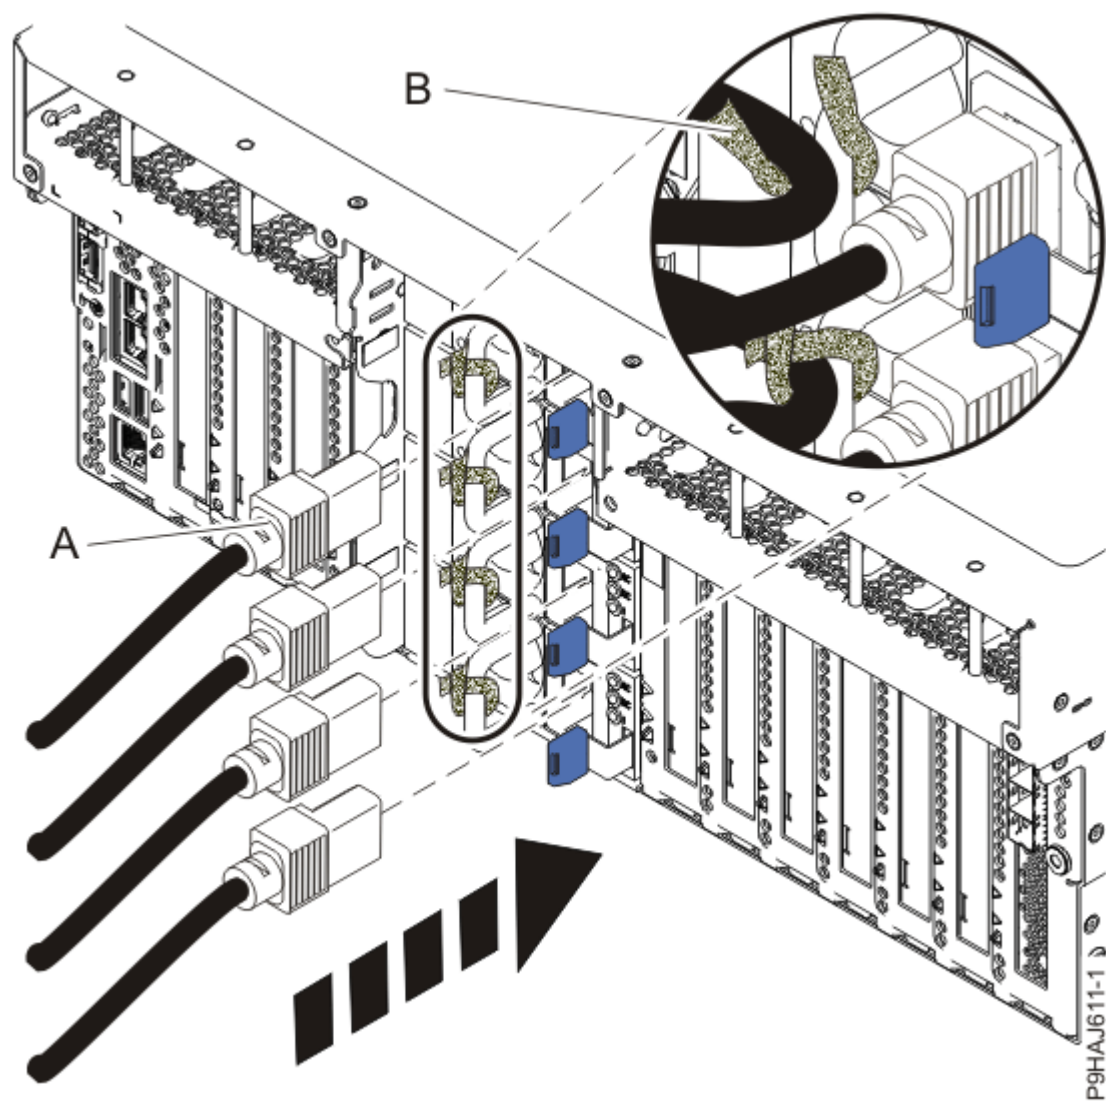
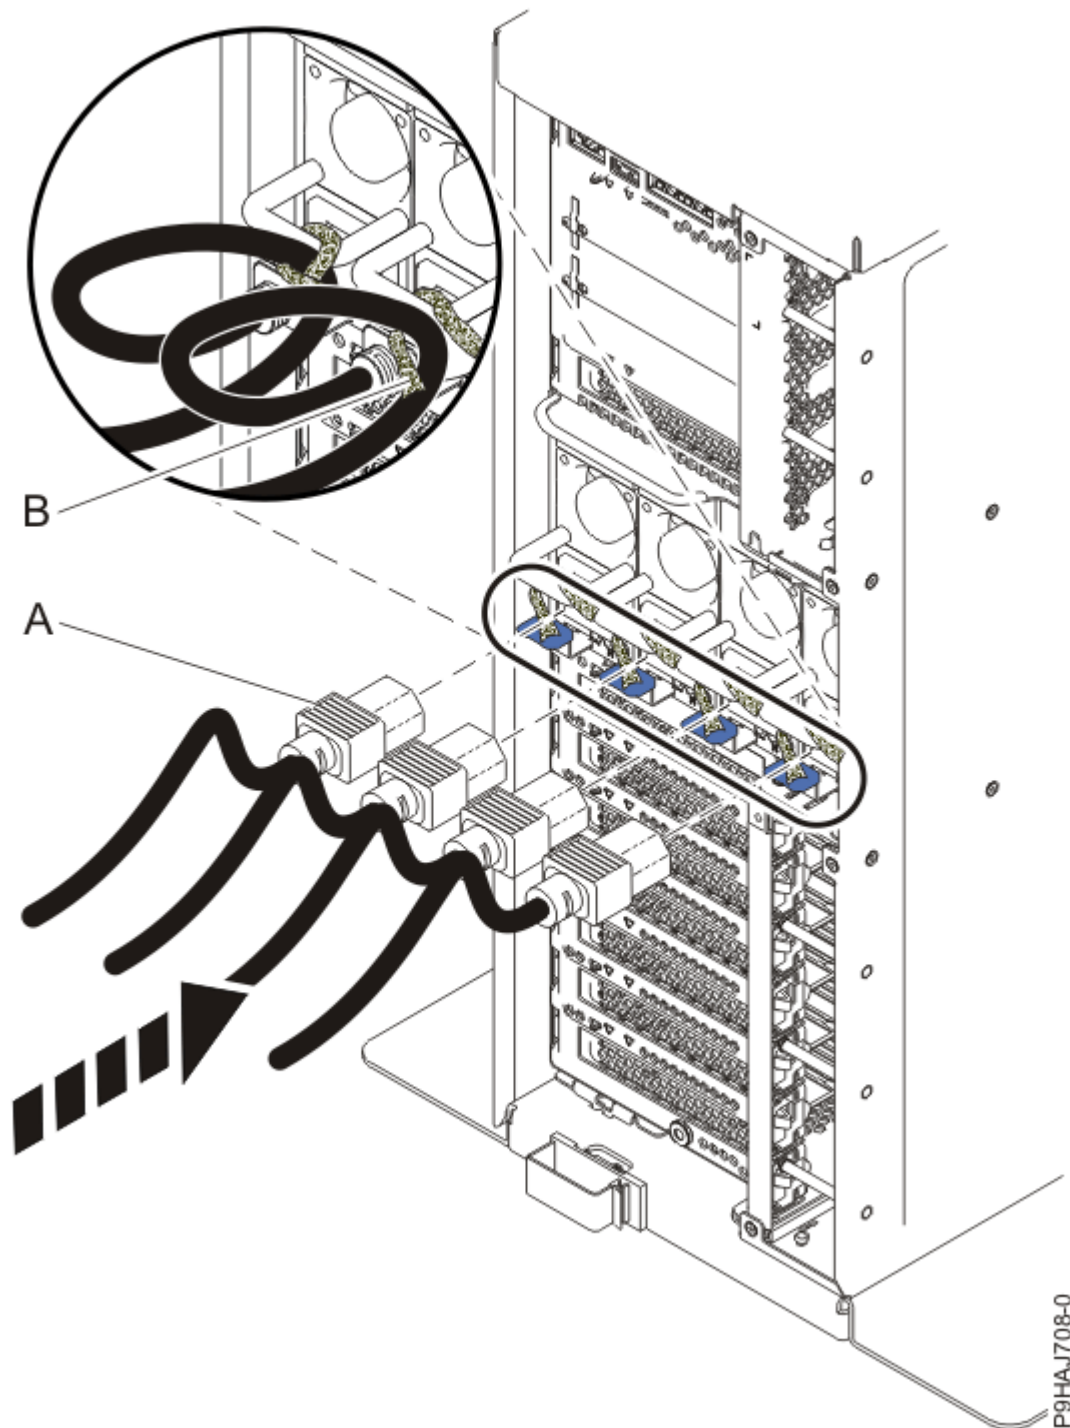

Figura 38. Conexión de los cables de alimentación a un sistema montado en bastidor
Figura 39. Conexión de los cables de alimentación a un sistema autónomo
5. Mediante las etiquetas, vuelva a conectar los cables de alimentación **(A)** a la unidad del sistema. Sujete los cables de alimentación **(A)** al sistema utilizando los mecanismos de sujeción **(B)** tal como se muestra en la Figura 38 en la página 47 o la Figura 39 en la página 48.